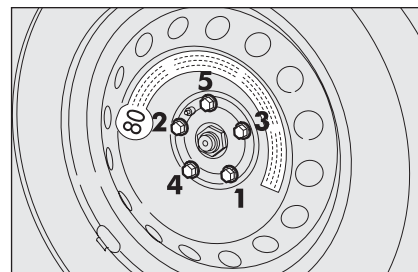

fig. 10
- en utilisant la clé en dotation, serrer à fond les boulons en passant alternativement d'un boulon à un autre diamétralement opposé, suivant l'ordre numérique illustré sur la **fig. 10**.
- en utilisant la clé en dotation, serrer à fond les boulons suivant l'ordre numérique illustré sur la **fig. 10**;
- baisser la voiture et extraire le cric, puis, en se servant de la clé fournie, serrer à fond les boulons selon l'ordre représenté précédemment pour la roue compacte **fig. 10**.